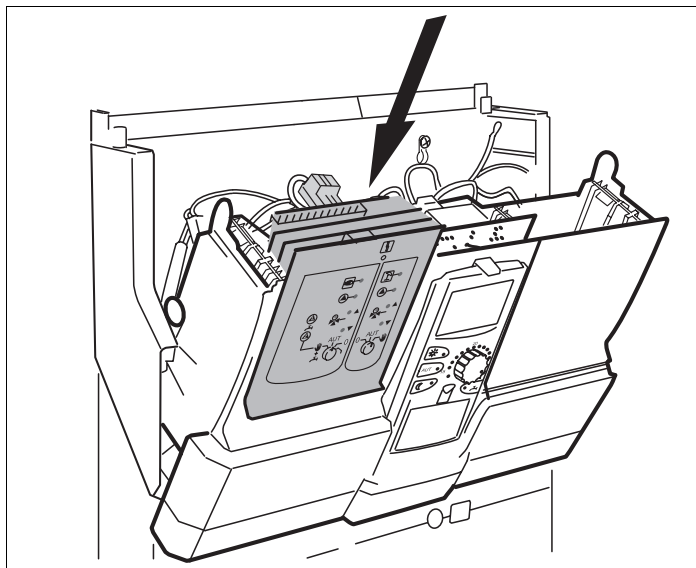

Fig. 6 Inserimento del modulo
- Inserire dall'alto il nuovo modulo nell'alloggiamento libero (fig. 6), premendo sulla morsettiera sonde, finché il modulo stesso non scatterà in posizione di bloccaggio.
- Inserire dall'alto il nuovo modulo nell'alloggiamento libero (fig. 6) premendo sulla morsetteria sonde, finché il modulo stesso non scatterà in posizione di bloccaggio.